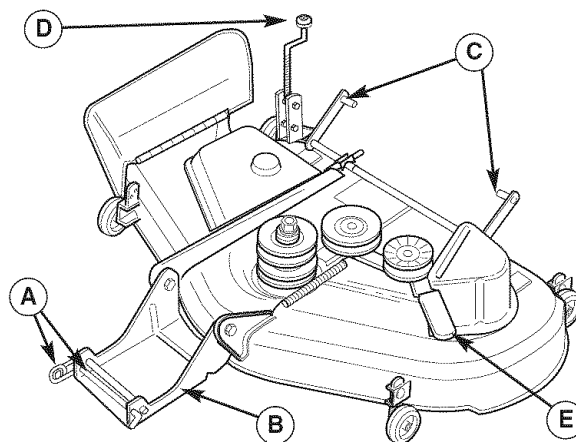

Figura 10. Componentes de la Podadora
3. Coloque la manivela de ajuste de la altura de la podadora (D, Figura 10) en la posición de corte más bajo.
4. Libere la tensión en la banda de tracción usando la palanca de desembrague de la banda en la podadora (E, Figura 10) y quite la banda de tracción de la polea del motor.
2. Coloque la manivela de ajuste de la altura de corte (D, Figura 10) en la posición de corte más bajo.